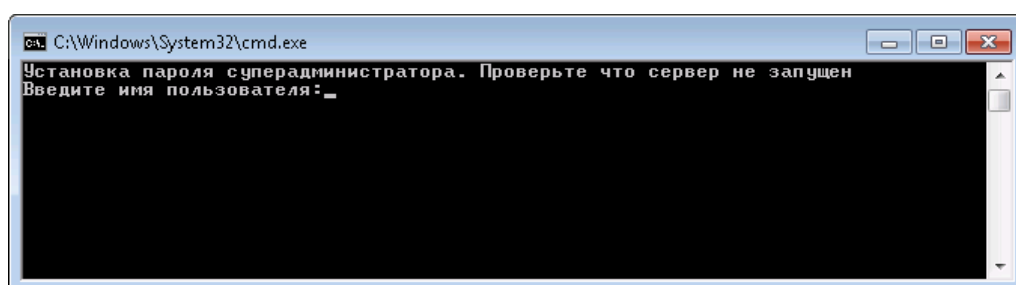

Рисунок 10.1 — Установка имени и пароля суперадминистратора
- В открывшемся окне (см. рисунок 10.1) введите имя суперадминистратора (суперпользователя) и нажмите клавишу Enter.